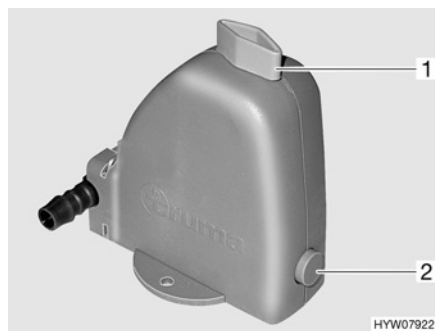

Fig. 87 Valvola di sicurezza/di scarico
Il riscaldamento è dotato di una valvola di sicurezza/di scarico (Fig. 87). La valvola di sicurezza/di scarico impedisce che l'acqua per la preparazione dell'acqua calda congeli in presenza di basse temperature esterne, quando il riscaldamento non è acceso.
- Chiudere la valvola di sicurezza/di scarico. A tal fine ruotare la manopola (Fig. 87,1) verticalmente rispetto alla valvola di sicurezza/di scarico e premere verso l'interno il bottone automatico (Fig. 87,2).
- Aprire la valvola di sicurezza/di scarico. A tal fine ruotare la manopola (Fig. 87,1) nel senso della lunghezza della valvola di sicurezza/di scarico. Il bottone automatico (Fig. 87,2) scatta all'infuori. Il serbatoio dell'acqua sanitaria viene svuotato verso l'esterno tramite la valvola di sicurezza/di scarico.